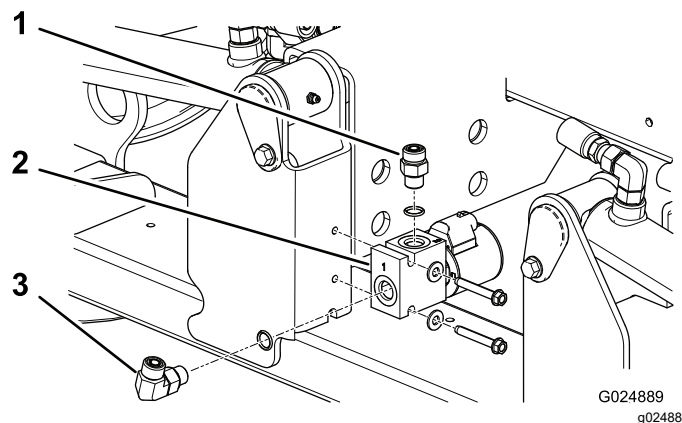

図 6
2. フレームチューブに、左側デッキロックマニホルドを取り付けるタップねじ $\frac{1}{4}$ " x $1\frac{1}{4}$ "2本を使用する。マニホルドは 図 6 のように取り付ける。
3. マニホルドの上部に油圧用のストレートフィッティングを取り付ける 図 6。
4. マニホルドの端部に油圧用の90度フィッティングを取り付ける 図 6。